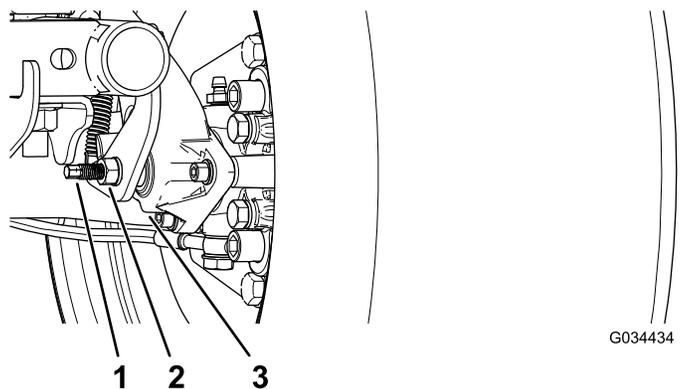

図 60
3. レンチを2本使用し、1本のレンチでキャリパの調整ポストが回らないように保持しながら、もう1本でジャムナットを1/4回転ゆるめる 図 60。
4. 調整ポストとジャムナットを保持した状態で、調整ポストを回して締め付ける 図 60。
5. 調整ポストとジャムナットを保持した状態で、1/4回転だけでもどす 図 60。
6. 調整ポストとジャムナットを保持した状態で、ジャムナットを締め付ける 図 60。